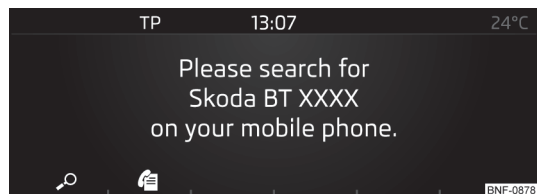

Fig. 109
- Tryk på knappen **PHONE** → , hvis der **ikke** er forbundet en telefon med systemet » Fig. 109.